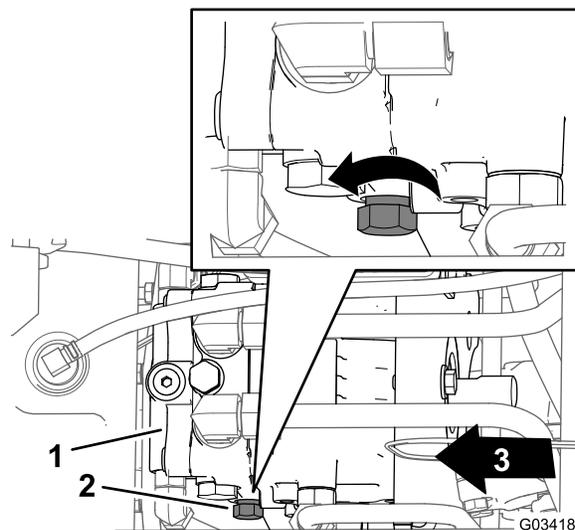

図 35
- 油圧ポンプの左側にあるバイパスバルブのコントロールノブを探し出す(図35)。
3. ノブを左に3回転させる(図35)。
- コントロールノブ(図35)を右に回して閉じる抵抗が感じられるようになるまで回す。